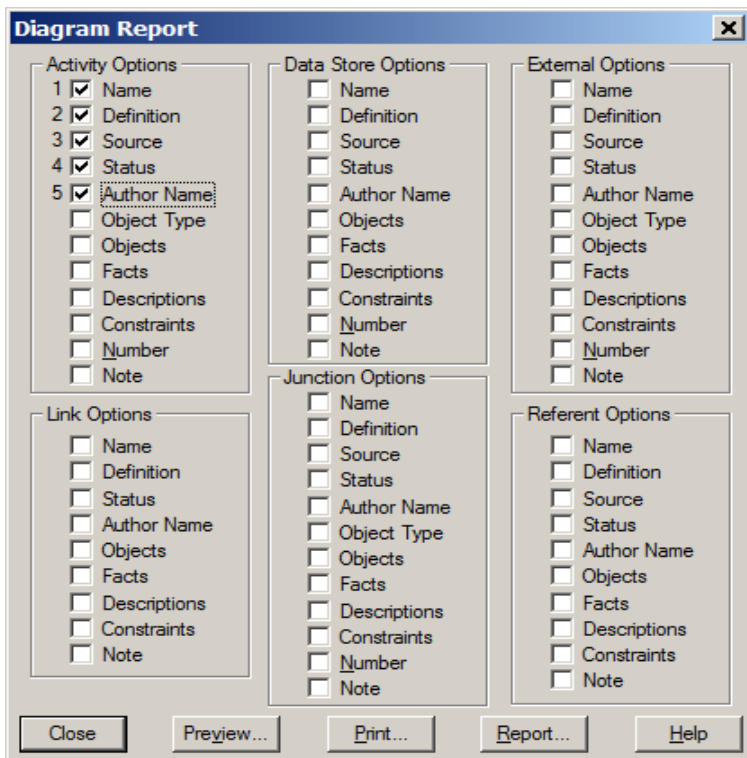

Рис. 26. Выбор выводимой информации в отчете по диаграмме
17. Создайте отчет о диаграмме, используя *Tools / Reports / Diagram Report*. В отчете для каждой работы должна быть отражена информация о ее названии, описании, источнике, статусе и авторе (рис. 26).